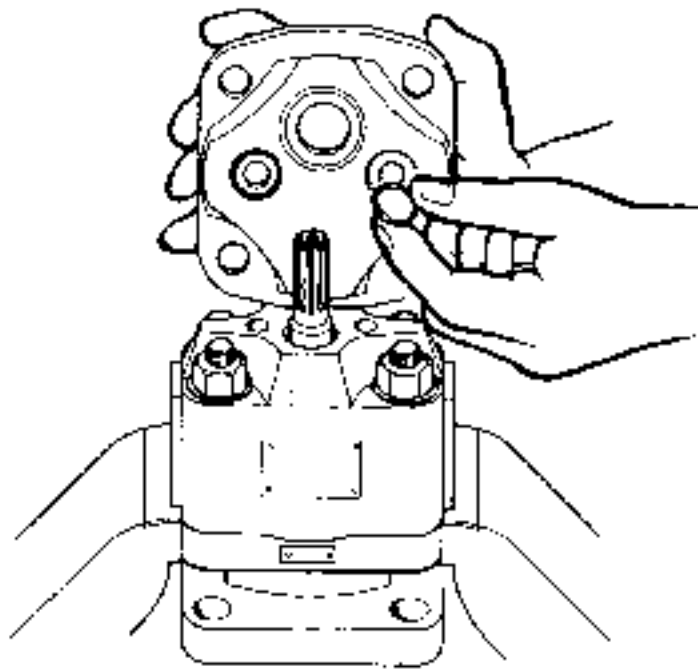

Fig. 20
17. Install O-rings (10), (11), coated with grease, on the mating surfaces of special frame (12) and gear housing (2). (Fig. 20)
17. 特殊フレーム(12)とギヤハウジング(2)の合せ面にOリング(10)(11)をグリースを塗布してはめる。(Fig. 20)